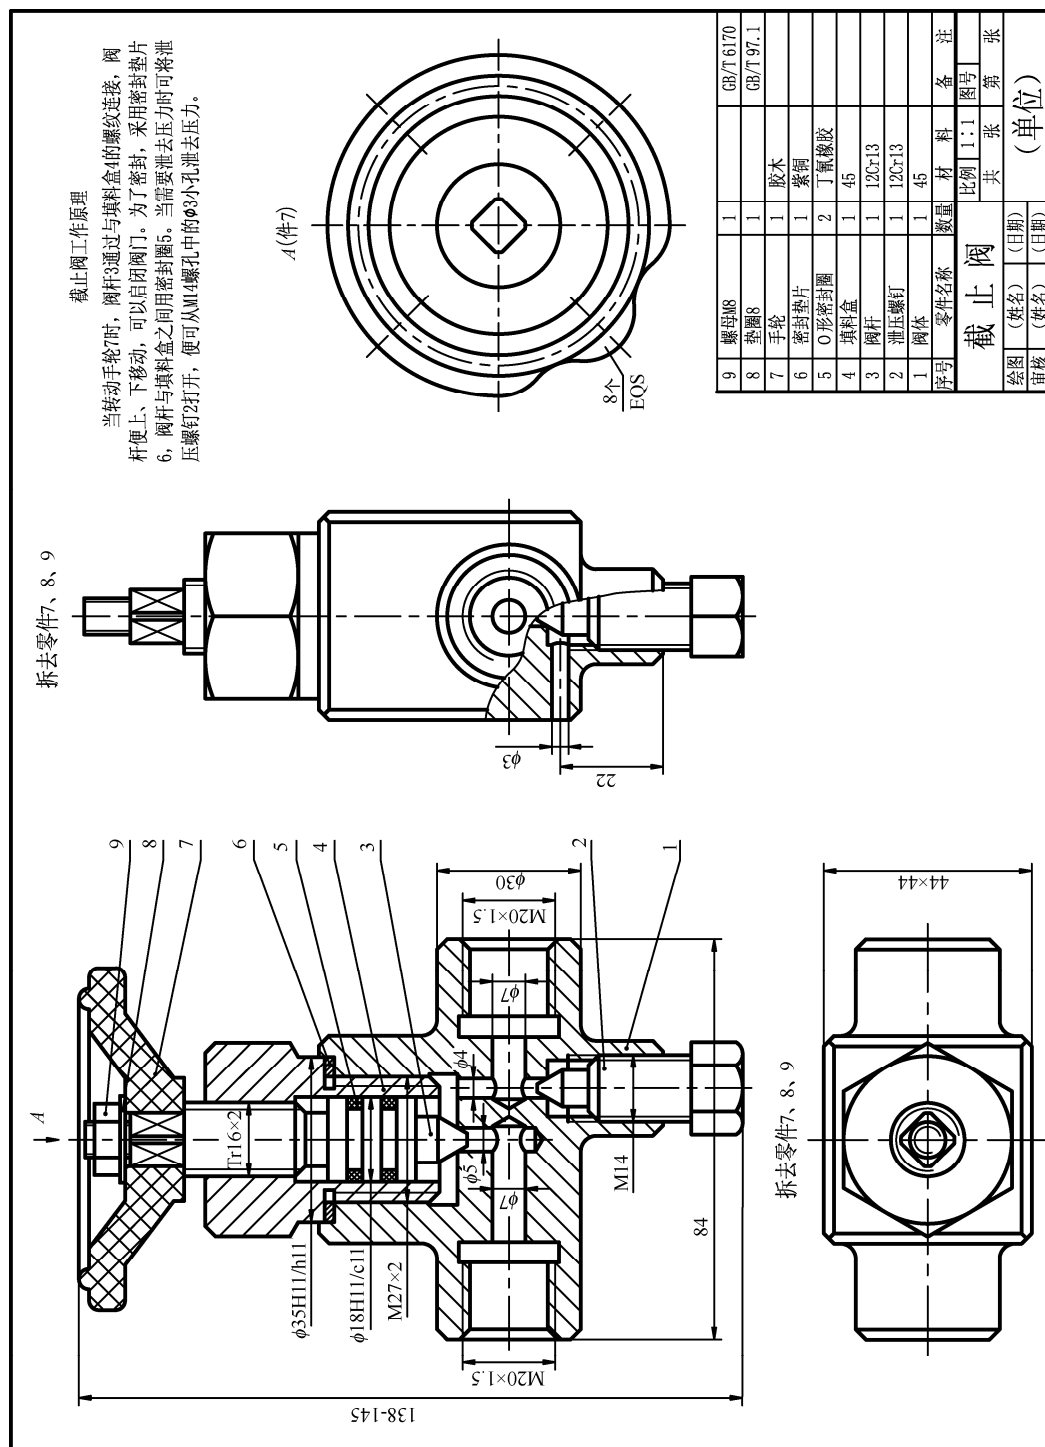

图 3-5
- (1) 该零件的材料牌号是_____, 用了_____个基本视图表达, A 向视图是_____视图, A 向视图中⑦所指的细实线是_____线。
- (2) 该零件长度方向的主要尺寸基准是序号_____所指的几何要素。
- (3) 左视图中的尺寸 b 是_____mm。
- (4) 画出右视图外形图 (虚线不画, 尺寸从图中量取)。
5. (本小题共 12 分, 每空 1 分, 画图 6 分) 看懂图 3-5 所示装配图, 回答下列问题: